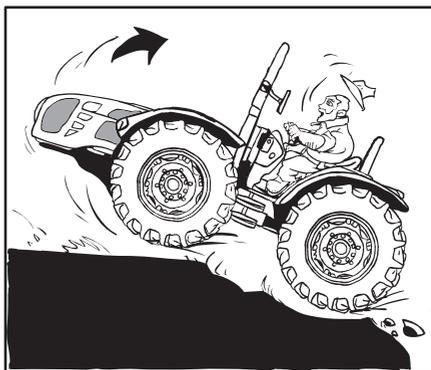

Fig. 2.16
- Se il trattore è impantanato nel fango o bloccato nel terreno, **NON** tentate di uscire guidando in avanti. Il trattore può ruotare attorno alle ruote posteriori e ribaltarsi (Fig.2.16). Sollevate o rimuovete gli attrezzi montati e tentate di FARE MARCIA INDIETRO. Se ciò non fosse possibile trainare il trattore fuori con un altro veicolo.